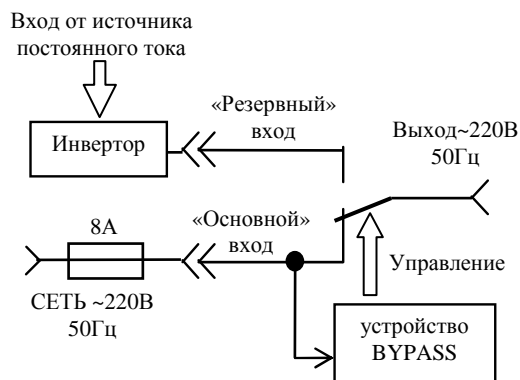

Рисунок 1.8. **OFF LINE**
- **OFF LINE** (см. рис.1.8). «Основным» источником питания в данной схеме является внешняя СЕТЬ~220В. В исходном состоянии на выход изделия напряжение поступает с разъёма «Вход~220В», а в случае его отсутствия устройство Байпас переключает «Выход~220В» на инверторную часть изделия.